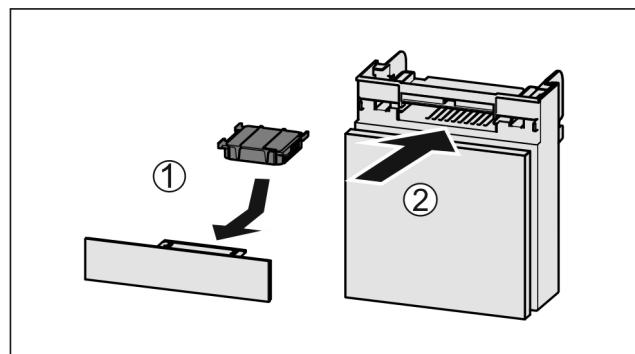

Fig. 120
- Aktivni ogleni filter vstavite Fig. 120 (1) skladno s prikazom na sliki.
► Predal potisnite noter Fig. 120 (2).